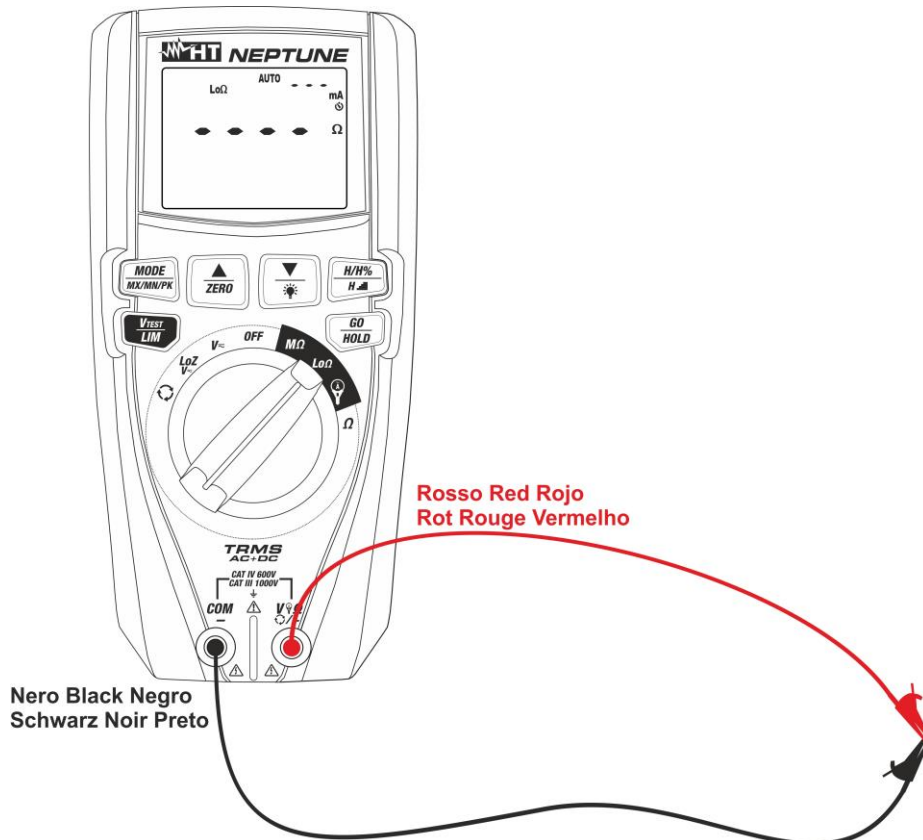

Fig. 32: Conexión de los cables en función compensación
2. Inserte los cables de medida en los terminales de entrada **VΩΩ/+** y **COM/-**, conecte los terminales de cocodrilo y cortocircuite los extremos de los cables entre sí (ver la Fig. 32)